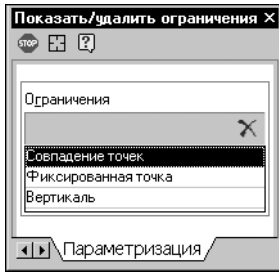

Рис. 66.3. Связи и ограничения отрезка
10.1. Выделите отрезок 1–2 и просмотрите наложенные на него ограничения и связи (рис. 66.3).
4. Измените значения размеров, как это показано рис. 66.3.